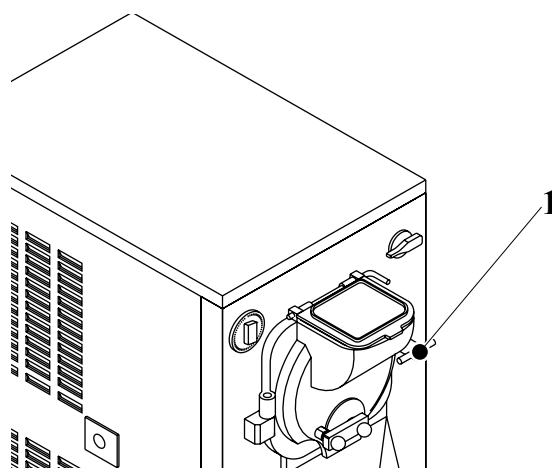

Fig. 6
La puerta de extracción del helado se tiene que abrir trámite la palanca de mando 1 (Fig. 6) para extraer el producto cuando haya alcanzado la consistencia deseada.
*Durante el funcionamiento de la máquina tener siempre la tapa 1 (Fig. 6) cerrada para evitar que el polvo u otras impurezas entren en la mezcla.*